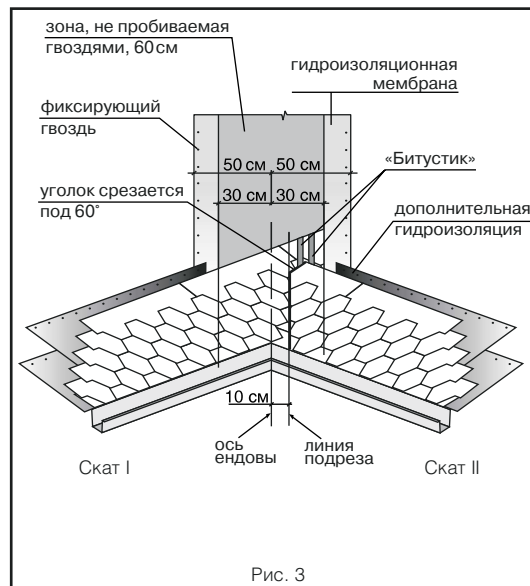

Рис. 3
Ендова (рис. 3)
- на прилегающем скате (II) вдоль оси ендовы на расстоянии 30 см от нее отбивается линия;
- лист, подходящий к ендове со ската II, должен доходить до линии подрезки и обрезаться по ней. Верхний уголок обрезанного края листа подрезается под углом 60° (5 x 3 см – рис. 3);